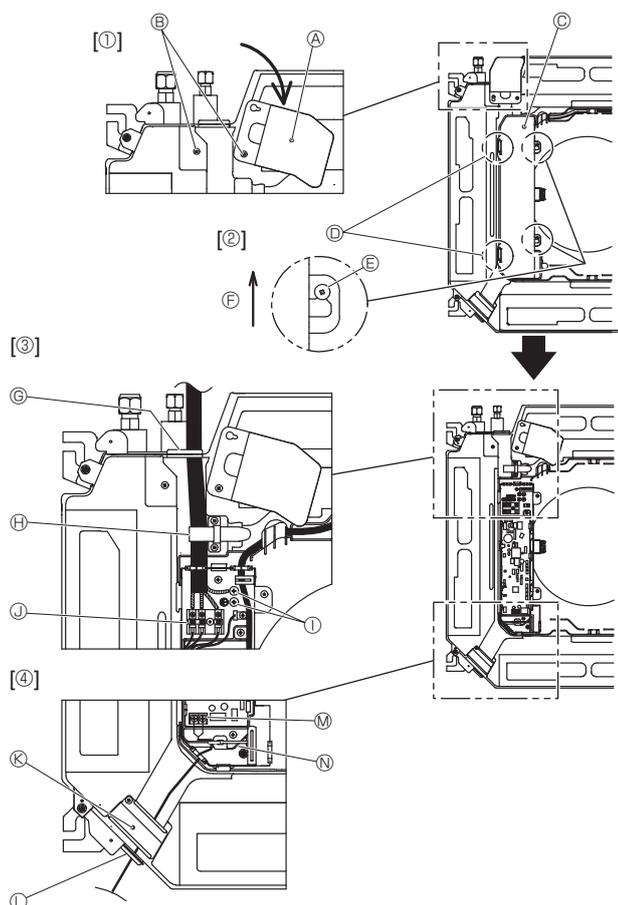
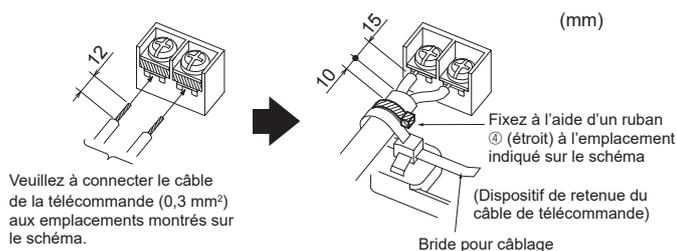

Fig. 6-1
Fig. 6-3
6.1. Appareil intérieur (Fig. 6-1)
- Desserrez les deux vis de fixation du panneau de service du câblage électrique et faites tourner le panneau. [Fig. 6-1 ①]
- Desserrez les deux vis de fixation du couvercle du boîtier électrique et faites glisser le couvercle. [Fig. 6-1 ②]
- Faites passer le câble d'alimentation, le câble de raccordement des appareils intérieur/extérieur et le fil de terre par les entrées de fils indiquées sur le diagramme. [Fig. 6-1 ③]
S'il est impossible d'utiliser des bornes rondes serties, voir Fig. 6-3 à 6-6. Reportez-vous à 6.1.1. et 6.1.2. pour le raccordement.
- Faites passer le câble de télécommande via les entrées de fils indiquées sur le diagramme et raccordez-le. [Fig. 6-1 ④, Fig. 6-3]